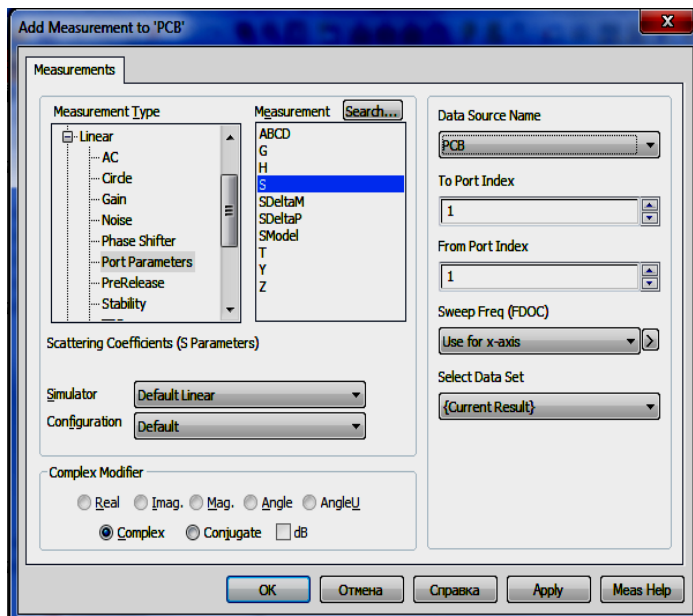

Рис. 74
- Щёлкните правой кнопкой мышки по новому графику и выберите **Add New Measurement**, чтобы добавить к графику измеряемую величину **S11** (рис. 74).